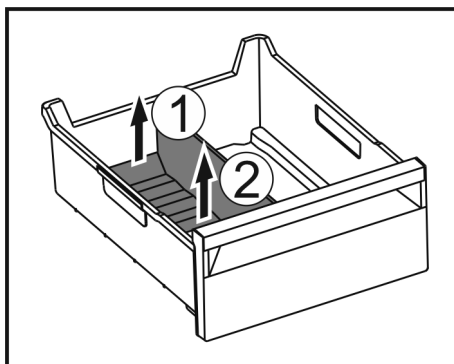

Fig. 173
- ▶ Dvignite zadnji del pregrade predala za led. Fig. 173 (1)
- ▶ Pregrado predala za led odstranite navzgor. Fig. 173 (2)